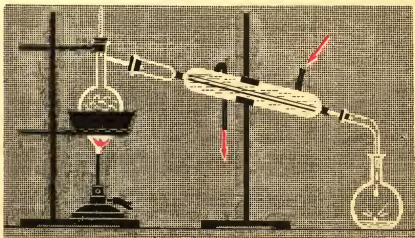
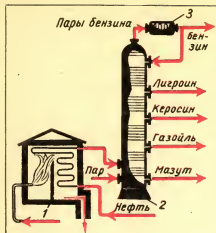

Рис. 29. Перегонка нефти в лаборатории.
Рис. 30. Схема трубчатой установки для непрерывной перегонки нефти: 1 — трубчатая печь; 2 — ректификационная колонна; 3 — холодильник.
**Перегонка нефти.** Способ получения нефтепродуктов путем отгонки из нефти одной фракции за другой, подобно тому как это осуществляется в лаборатории (рис. 29), для промышленных условий неприемлем. Он очень непроизводителен, требует больших затрат и не обеспечивает достаточно четкого распределения углеводородов по фракциям в соответствии с их молекулярной массой. Всех этих недостатков лишен способ перегонки нефти на непрерывно действующих трубчатых установках (рис. 30).